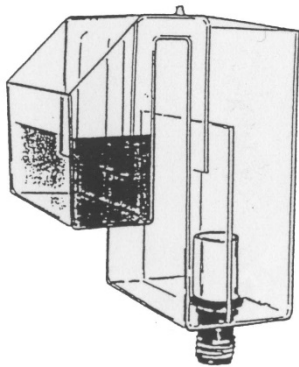

Abb. 2
3. Befestigen Sie den Überlaufkasten an geeigneter Stelle an Ihrem Aquarium und lassen Sie das Wasser in die Zulaufkammer fließen (Abb. 2). Mit dem unteren Einstellknopf können Sie jetzt den Ablaufkasten so fixieren, dass er gerade hängt.